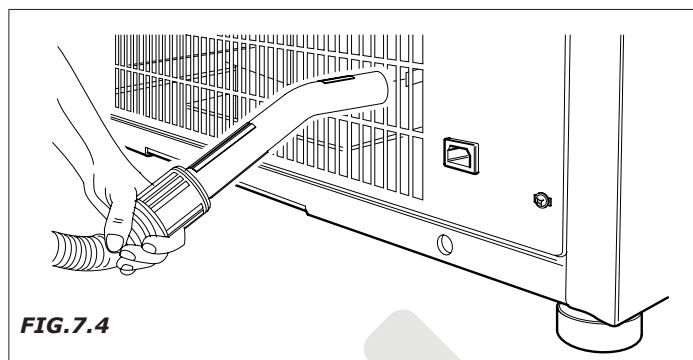

FIG.7.4
- mantener limpio las rejillas de ventilación utilizando para ello un aspirador (Fig.7.4).